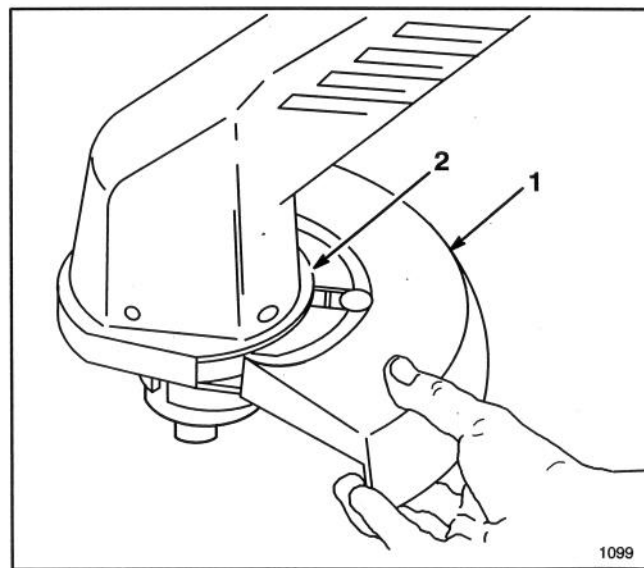

Figure 7
1. Ajuster le pare-herbe dans la longue fente courbée du carter moteur (Fig. 7).